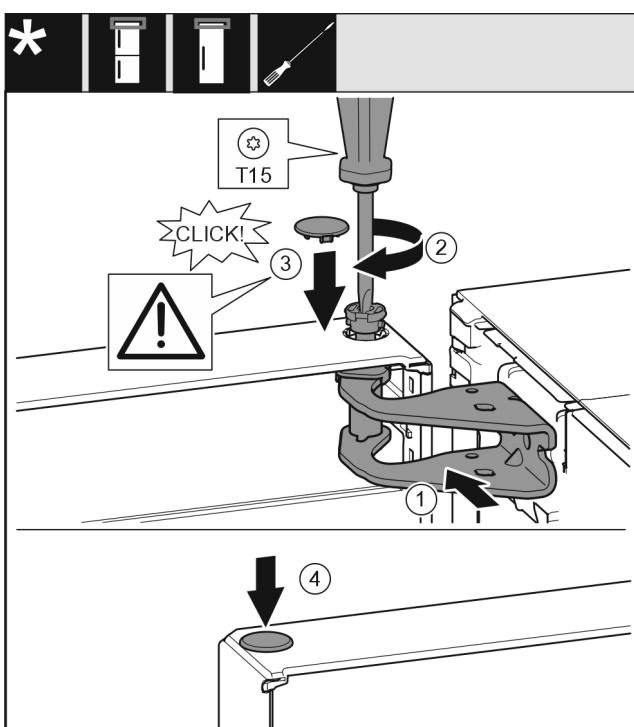

Fig. 21
- Ευθυγραμμίστε την πόρτα επάνω με το άνοιγμα στο στήριγμα. Fig. 21 (1)
- Τοποθετήστε τον πείρο Fig. 21 (2) και σφίξτε με κατσαβίδι.
- Τοποθετήστε το κάλυμμα ασφάλισης Fig. 21 (3) για την ασφάλιση της πόρτας: Τοποθετήστε το κάλυμμα ασφάλισης και ελέγχετε εάν εφαρμόζει στην πόρτα. Διαφορετικά, τοποθετήστε ολόκληρο τον πείρο.
- Τοποθετήστε την τάπα Fig. 21 (4).